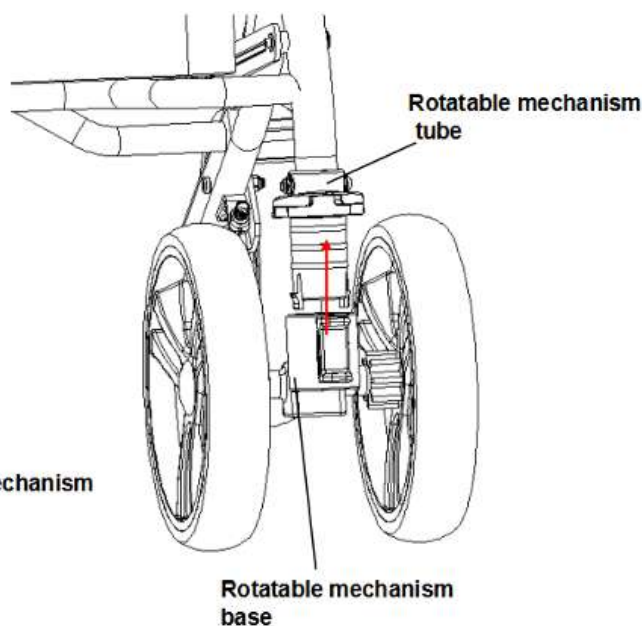

Figure 11
2. Pour retirer la roue avant, utilisez votre pouce et votre index pour appuyer sur l'encoche située sous le tube du mécanisme rotatif, en le comprimant vers l'intérieur jusqu'à ce qu'il soit plus fin que l'épaisseur du tube intérieur de la base du mécanisme rotatif. De l'autre main, tirez la base du mécanisme rotatif vers le bas. Une fois que la base est complètement séparée du tube du mécanisme rotatif, la roue avant est retirée (comme illustré dans la figure 11).